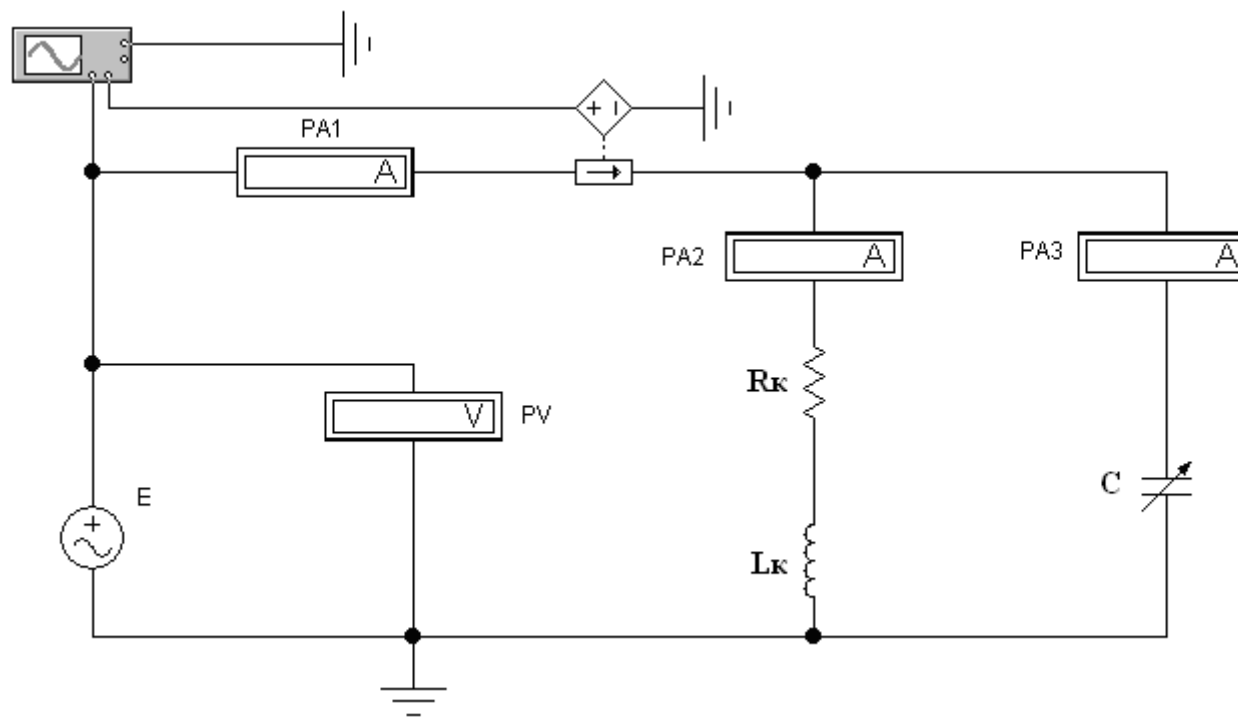

Рис. 5. Электрическая схема линейной разветвленной электрической цепи синусоидального тока
На рис. 5 показана электрическая схема лабораторной установки для исследования линейной разветвленной электрической цепи синусоидального тока.
1. Ознакомиться с электрической схемой, приборами и элементами (см. рис. 5). Изучить принципиальную схему электрической цепи.
1) собрать компьютерную модель схемы. Для этого, используя панель групп библиотеки компонентов и мышь, поместить на рабочее поле программы *Electronics Workbench* модели элементов схемы и измерительных приборов. Из этих элементов собрать модель электрической схемы и подключенных к ней измерительных приборов в соответствии с рис. 5. Соединение элементов производится с помощью мыши;